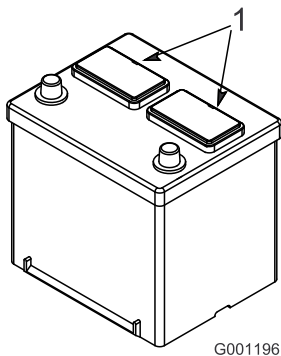

Figura 9
2. Limpie la parte superior de la batería y retire los taponés de ventilación (Figura 9).